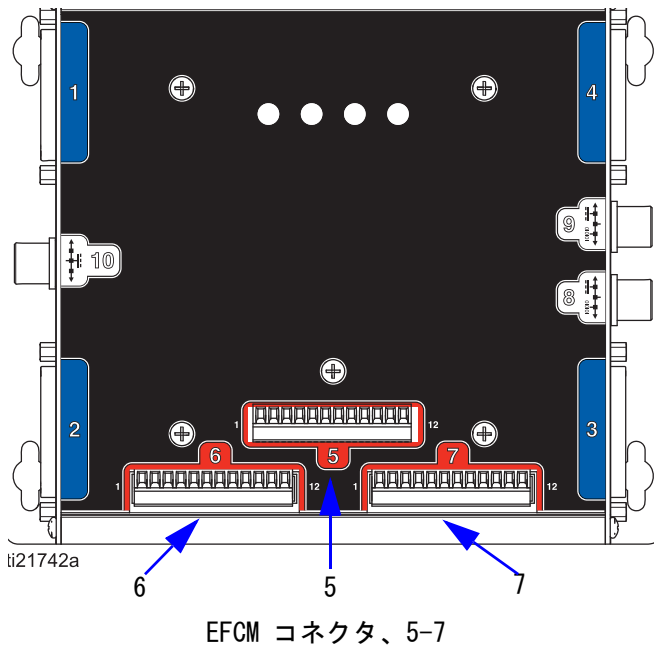

図 3. 強化流体制御モジュール
4. ケーブル（5インチ [127mm]）の他端を、PD2K Dual Panel Control EnclosureにおけるEFCMの適切な端子ブロックに接続して下さい。図3および表2を参照してください。